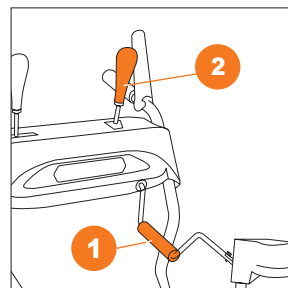

Рис. 23
- Для регулировки направления и дальности выброса на S 6560 и S 7565 воспользуйтесь ручкой изменения направления **1** и рычагом регулировки дальности **2** (Рис. 23).